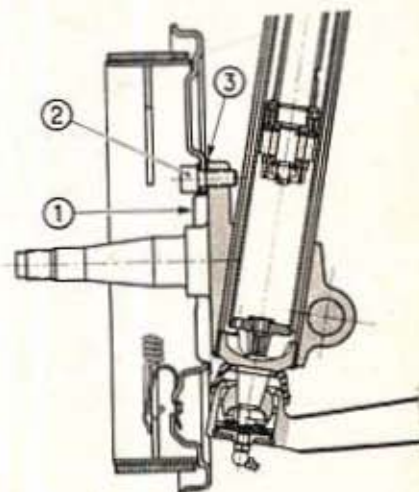

Fig. 144. — Remontage du plateau de frein sur fusée
• Monter le plateau de frein sans oublier le plège à graisse 1 entre plateau et fusée. Vérifier le dépassement de la vis de fixation supérieure 2 qui ne doit pas toucher au corps d'amortisseur, bloquer ces vis de 5,5 à 6,5 m.kg (fig. 144).